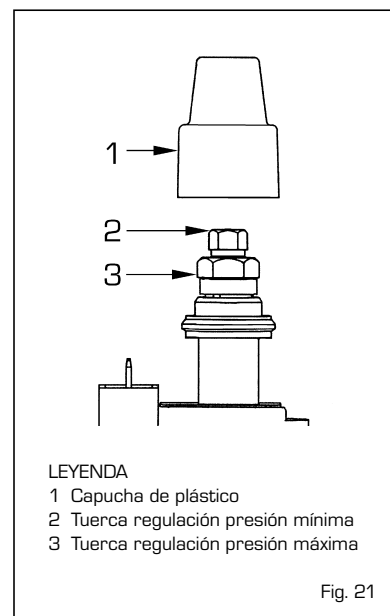

Fig. 21
4.2.1 Regulación presión máxima y mínima (fig. 21)